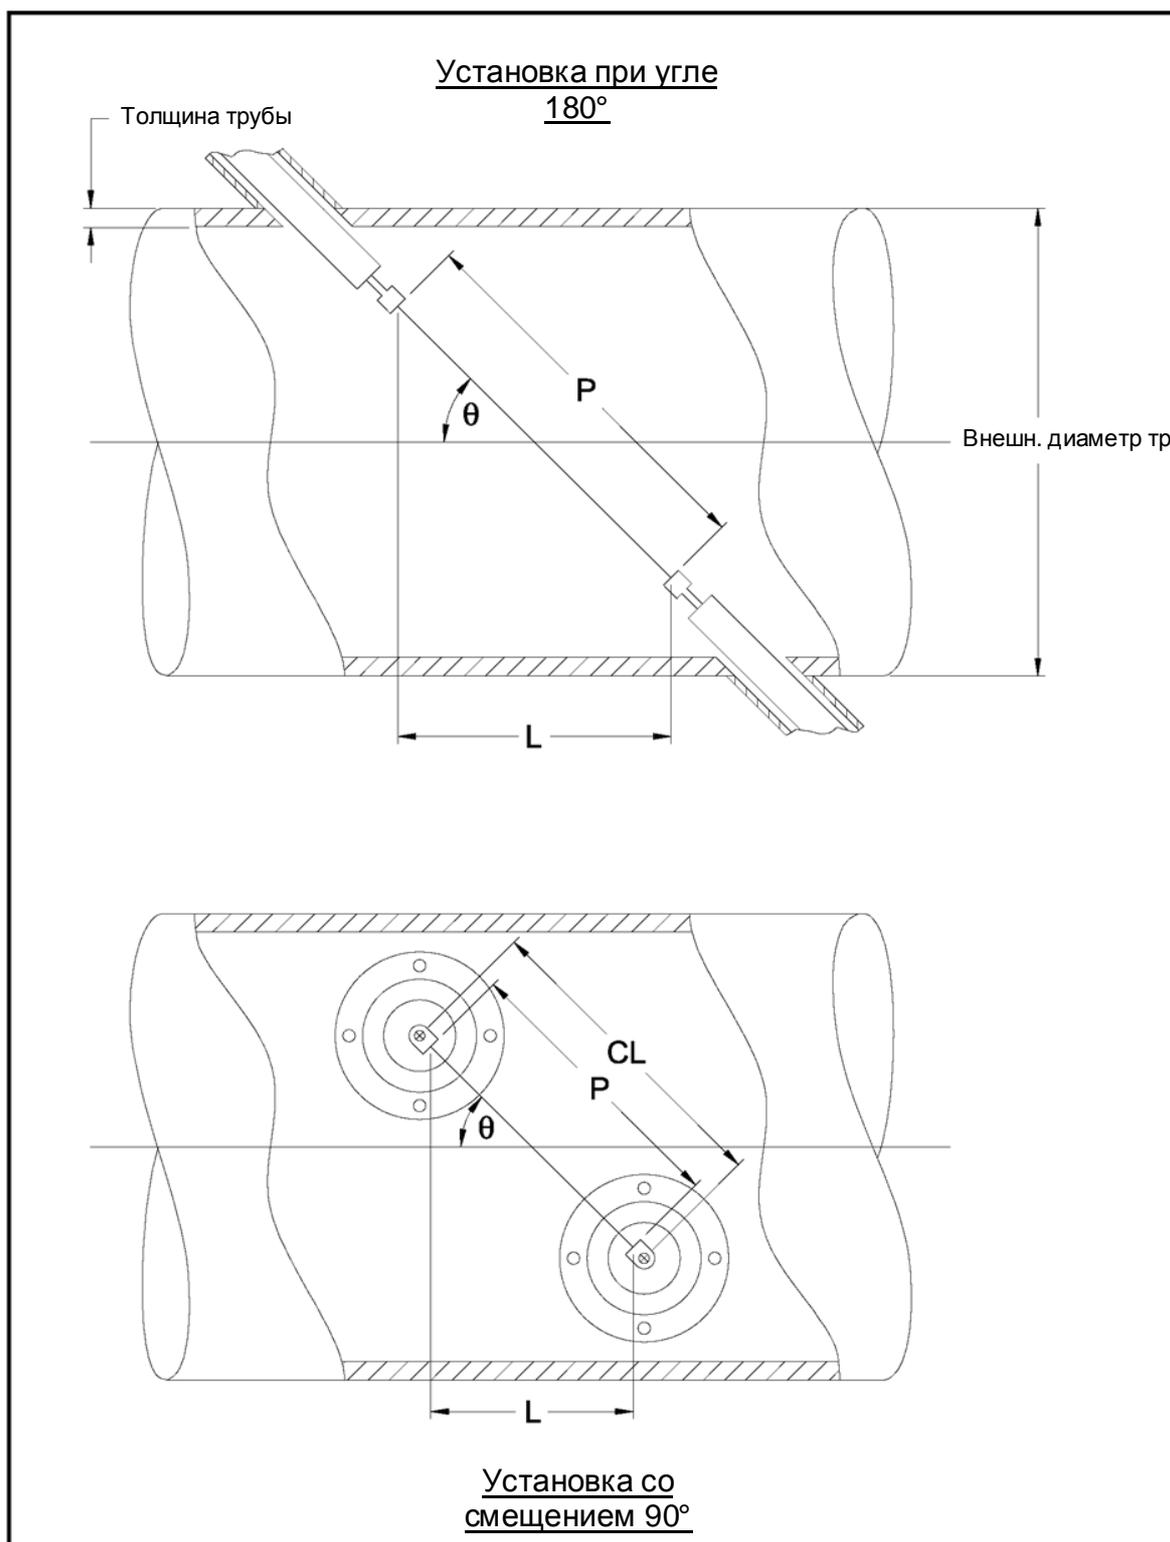

Рисунок 28: Типичные варианты установки первичных преобразователей, вид сверху
Точность программируемых значений P и L очень важна для обеспечения точных измерений расхода. При поставке измерительной части для системы компанией GE правильные значения включены в документацию, поставляемую с системой. Для первичных преобразователей, устанавливаемых на существующей трубе (см. *Рисунок 28 на странице 79*), параметры P и L следует измерять на месте. В настоящем приложении приводятся инструкции для правильного определения этих размеров.
По возможности выполните физические измерения строительного расстояния (P) и осевого расстояния (L) между центрами плоских поверхностей первичных преобразователей. На *Рисунок 28 на странице 79* показано, какие расстояния следует измерить на типичной установке.
При *смещении 90°* при установке первичного преобразователя иногда случается так, что единственными известными параметрами являются угол первичного преобразователя (θ) и расстояние по осевой линии между корпусами первичных преобразователей (CL). В этих случаях все еще возможно вычислить P и L, объединив *уравнение С-1* выше с дополнительным *уравнением С-2* ниже (см. *Рисунок 28 на странице 79*):